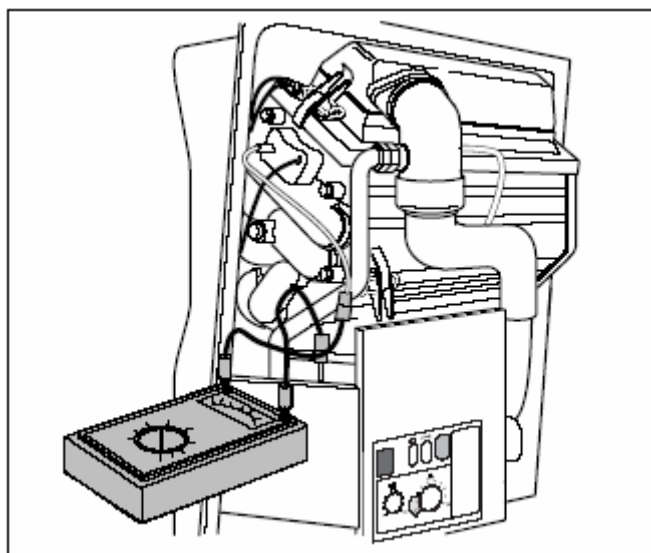

Рис. 31 Измерение тока ионизации
- Разъединить штекерный разъем контрольного кабеля и подключить последовательно измерительный прибор (рис. 31). На измерительном приборе выбрать мкА-диапазон постоянного тока. Измерительный прибор должен иметь разрешение не хуже 1 мкА.